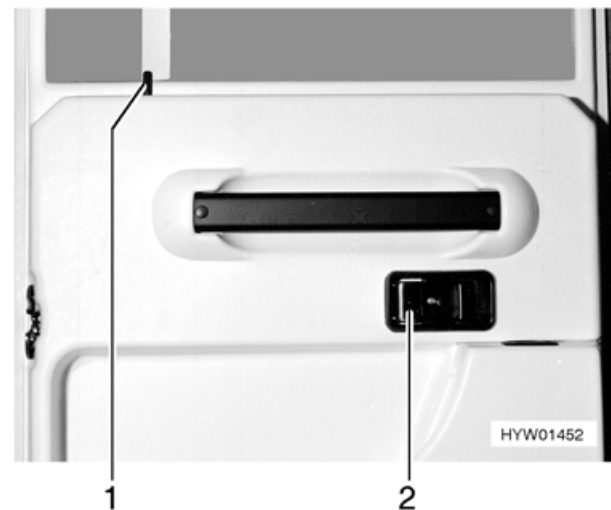

Bild 20 Türschloss Fahrtür, innen
- Am Griff (Bild 20,2) ziehen. Das Türschloss wird entriegelt.
- Sicherungsknopf (Bild 20,1) nach unten drücken.